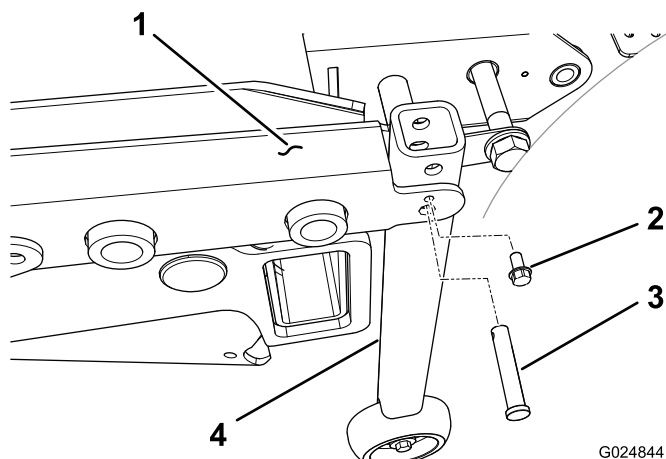

Figura 95
- Sui trattorini con numero di serie precedente a 312999999, montate il gruppo di supporto del tubo verticale su ciascun angolo posteriore del telaio del piatto con un perno con testa e una vite autofilettante (1/4 poll.) (Figura 95).